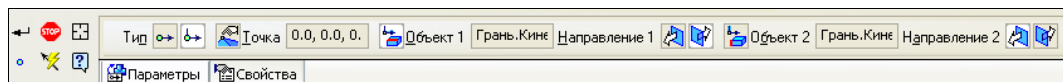

Рис. 18.13. Панель свойств: Присоединительная точка
- ♦ вызовите команду **Присоединительная точка** . Фантом точки появится в начале координат. На Панели свойств (рис. 18.13) можно с помощью переключателя **Тип** ввести две оси, изменить направление с помощью переключателей группы **Направление** на Панели свойств. Можно построить новый вектор или изменить его направление с помощью команды **Вектор** на Панели специального управления. Зафиксируйте точку с помощью команды **Создать объект**.